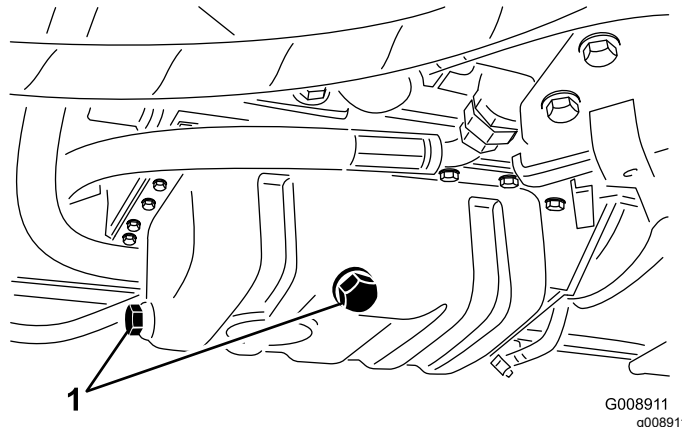

Figura 45
1. Retire el tapón de vaciado (Figura 45) y deje fluir el aceite a un recipiente apropiado.